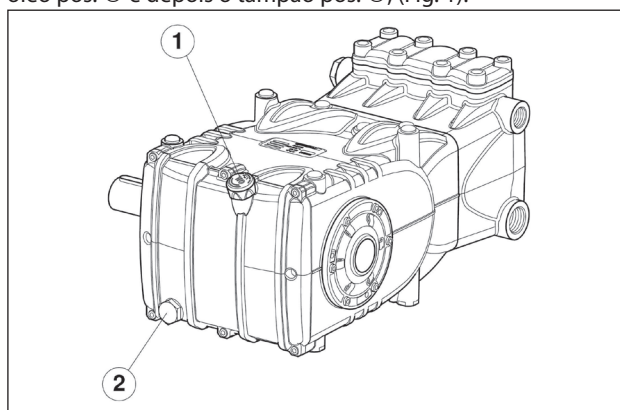

Fig. 1
Para retirar o óleo, é necessário remover: a vareta de nível do óleo pos. ① e depois o tampão pos. ②, (Fig. 1).